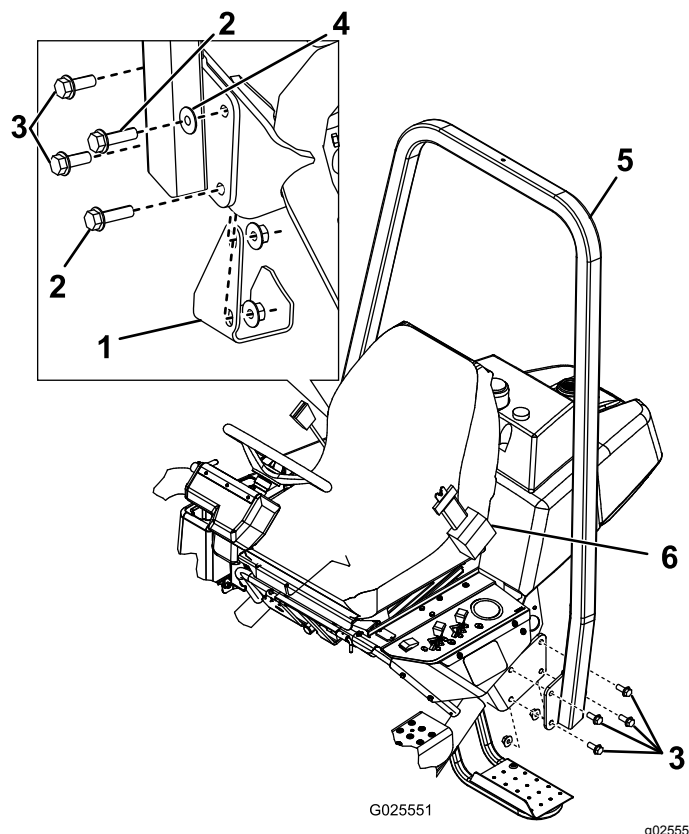

Figura 6
2. Abbassate il telaio del sistema ROPS (Figura 6) sulle staffe di montaggio, allineando i fori di montaggio.
3. Fissate il lato sinistro del roll bar alla staffa di montaggio con 4 bulloni (1/2 x 1,5 poll.) e dadi di bloccaggio (Figura 6).
4. Fissate il lato destro del roll bar e il tampone di sollevamento rimosso in precedenza sulla staffa di montaggio con 2 bulloni (1/2 x 1,5 poll.), 2 bulloni (1/2 x 1,75 poll.), una rondella e dadi di bloccaggio come illustrato in Figura 6.
Importante: Assicuratevi di montare la rondella nella posizione corretta, come illustrato in Figura 6.